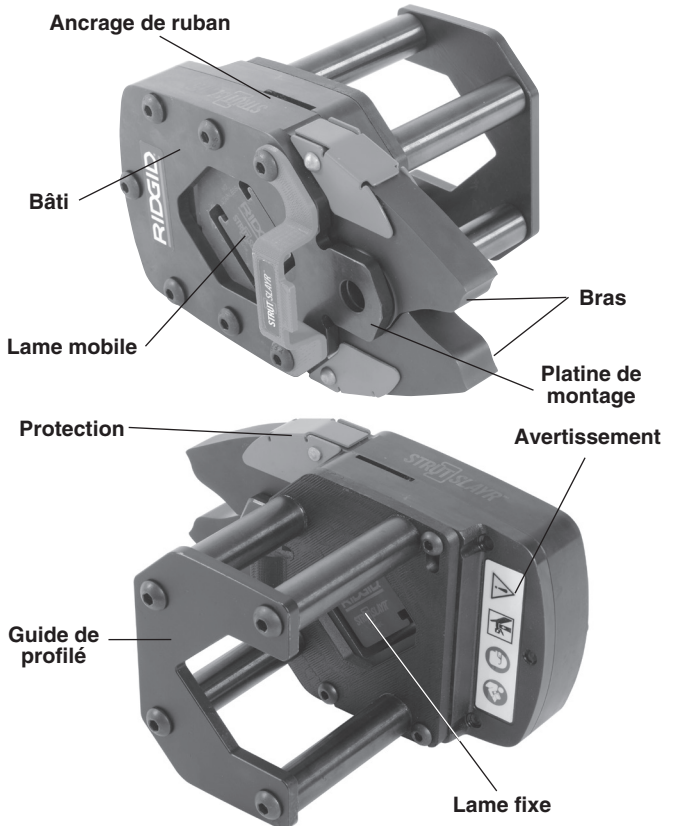

Figure 1 – Cisaille de chemins de câble STRUTSLAYR
- Son assemblage et intégralité (Figure 1),
- La présence et lisibilité de l'avertissement indiquée à la Figure 1,